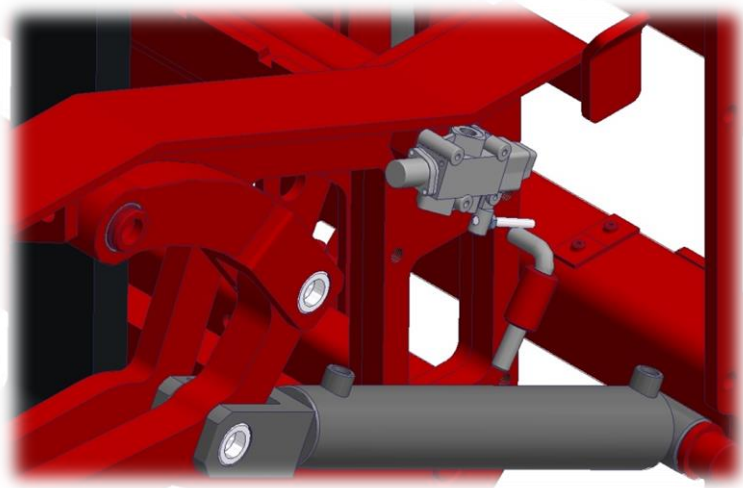

Abb. 3.2.1- Hydraulischen Endanschlags/Schalters
Das K90 Vornüber-Drehgerät ist gegen unbeabsichtigtes Öffnen der Oberklemme während des Drehens mit einem elektrischen Endanschlag/Schalter gesichert. Siehe Abb. 3.2.1. Wenn die Oberklemme in horizontaler Position nicht geöffnet werden kann, muss kontrolliert werden, ob der Endanschlag /Schalter doch bedient werden kann. Sollte dies nicht der Fall sein, dann muss der Endanschlag /Schalter so weit nach oben gebracht werden, dass der hydraulische Schalter wieder schaltet.
2. Drehen Sie den Bolzen und die Mutter in der Verstellbuchse los. Siehe Abb. 3.2.1.